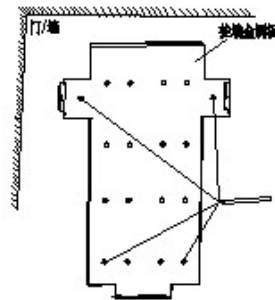

图 1-2
- 用记号笔通过挂墙金属板的四个螺丝孔位，在墙上做好记号，如图 1-2 所示 (如果是安装在不锈钢格栅门上在挂墙板上找 4 个合适的螺丝孔位)